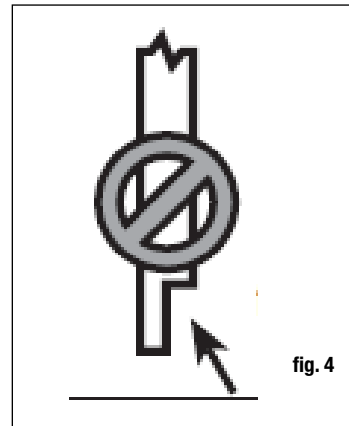

fig. 4
Étape 2 : Installez les poteaux du garde-corps avant d'installer les planches du patio. Les poteaux du garde-corps de 10 X 10 cm (4 x 4 po) en cèdre ou pin traité sous pression, fournissent la force structurale pour le garde-corps. La longueur de chaque poteau est déterminée par la profondeur totale de solive (généralement 18,4 cm (7 1/4 po)) + l'épaisseur du patio (2,5 cm (1 po)) + la hauteur du garde-corps (91,4 cm (36 po)) + l'espacement pour le capuchon du poteau (3 cm (1,25 po)) = 115,6 cm (45 1/2 po). Important : Ne faites pas d'encoche dans les poteaux de 4x4 du garde-corps. Cela réduira la force du poteau et pourrait mener à une défaillance ou l'écrasement des traverses (fig. 4).
Étape 2 : Installez les poteaux du garde-corps d'escalier avant d'installer les girons d'escalier. Les poteaux du garde-corps de 10 X 10 cm (4 x 4 po) en cèdre ou pin traité sous pression, fournissent la force structurale pour le garde-corps d'escalier. La longueur de chaque poteau est déterminée par la largeur totale du limon + l'épaisseur du giron + hauteur du garde-corps d'escalier + espacement pour le capuchon du poteau. **Important :** Ne faites pas d'encoche dans les poteaux de 4x4 du garde-corps. Cela réduirait la force du poteau et pourrait mener à une défaillance ou l'écrasement du garde-corps (fig. 4).